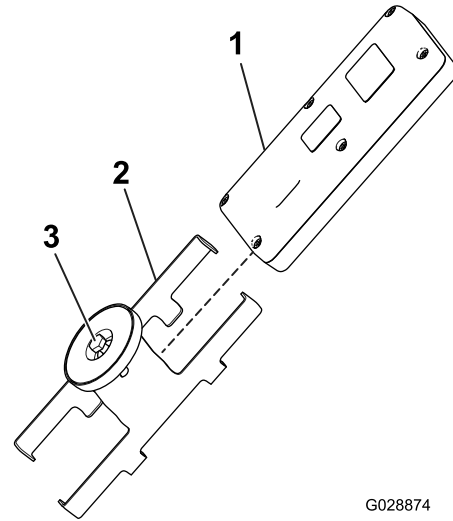

Figure 19
5. Placez la télécommande à main dans le support magnétique, réunissez les deux moitiés pour fixer la télécommande et serrez le boulon dans l'aimant (Figure 19).